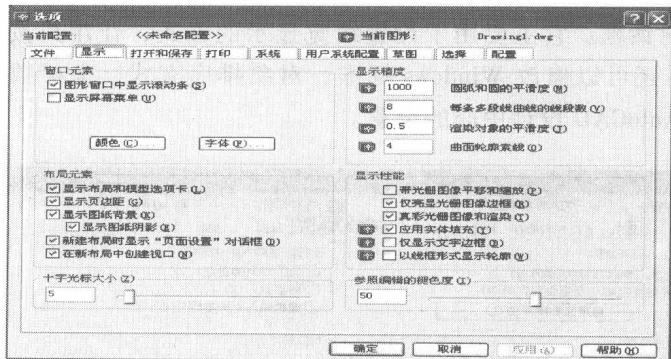

图 1-8 显示“显示”选项卡内容的“选项”对话框
2. “显示”选项卡 图 1-8 所示是显示“显示”选项卡内容的“选项”对话框。它包括 6 个区，用于配置 AutoCAD 的显示。
(1) 从下拉菜单选取:【工具】→【选项...】,或从键盘键入 Options 命令,弹出“选项”对话框,单击“显示”选项卡,如图 1-8 所示。